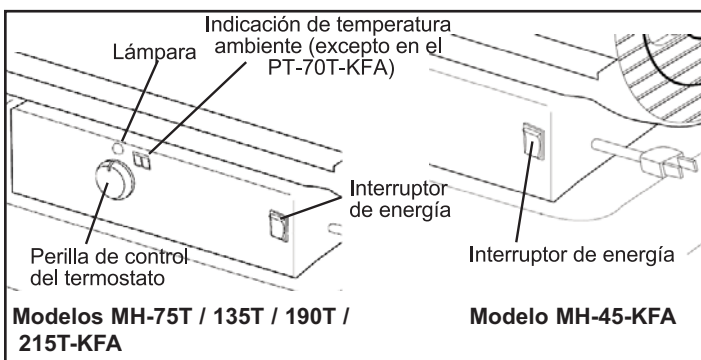

Figura 9. Panel de Control para todos los Modelos
4. Gire la perilla de control del termostato al ajuste de temperatura deseado (75/135/190/215 únicamente). El rango de ajustes es de 4.44° C a 43.3° C (40° F a 110° F). Ponga el interruptor de energía en la posición ON (encendido) (véase la **Figura 9**). La lámpara de indicación de energía y el indicador de temperatura ambiente (135/190/215 únicamente) se iluminarán y el calentador se encenderá.